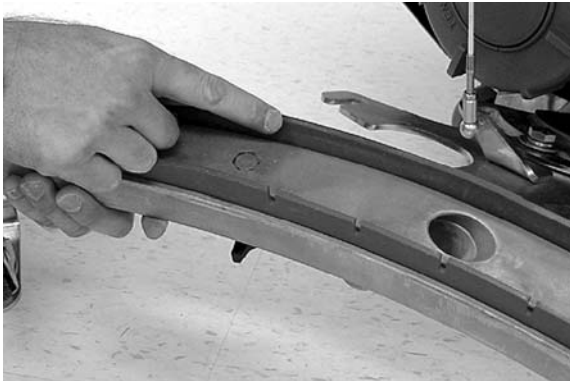

FIG. 43
7. Vérifiez l'état du bord nettoyant de la lame de racloir (Figure 43). Faites pivoter la lame en cas d'usure. (Voir REMPLACEMENT DES LAMES DE RACLOIR)